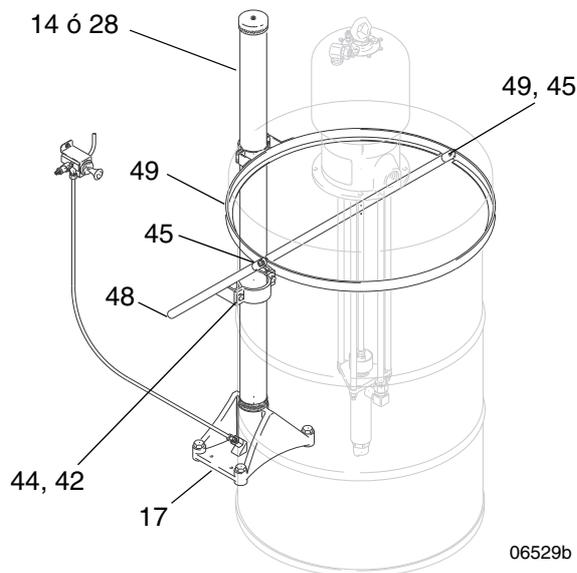

FIG. 4
Coloque la tapa en su lugar, en el anillo de soporte (49), y apriete los tornillos de cabeza (45). Coloque un bidón abierto contra la base del elevador (17) y ponga la tapa en el bidón de forma que los huecos de la abrazadera de soporte (44) queden apretados contra el tubo de elevación (14 ó 28) del elevador. Suba el tubo de elevación 0,25 in (6,4 mm) y apriete los tornillos de las abrazaderas (42). Consulte la FIG. 4.